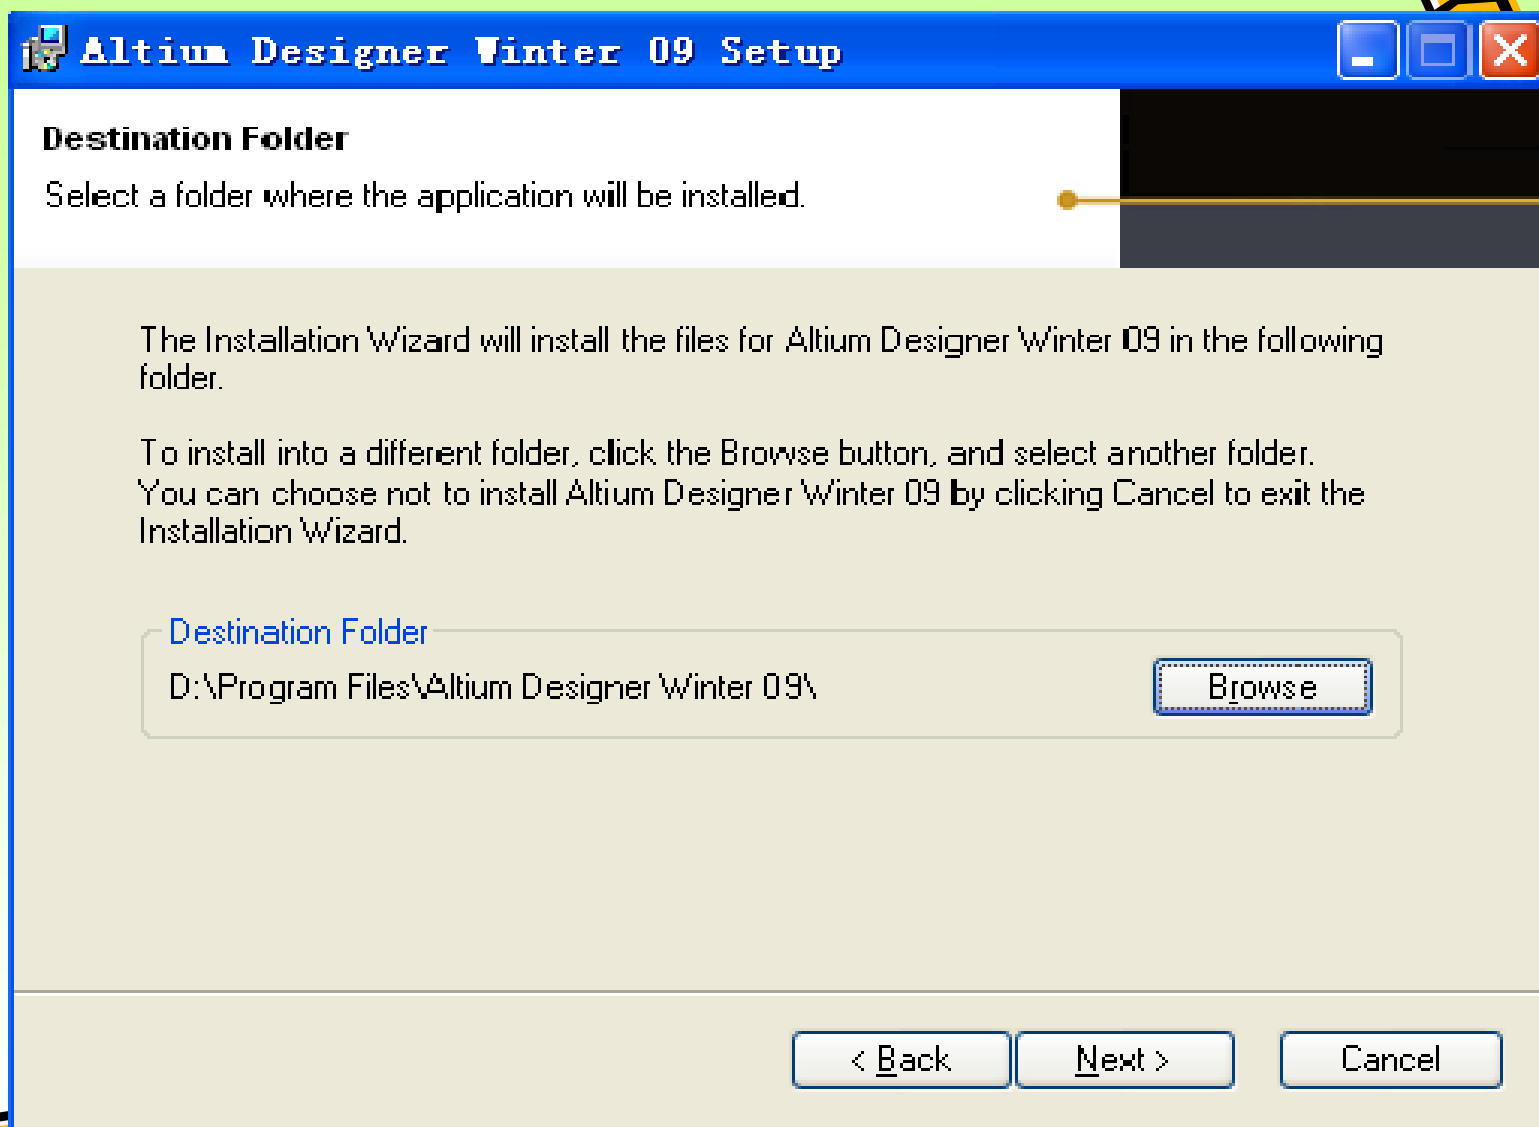

图1-5 “Destination Folder”视图
(5) 在“User Information”视图中的“Full Name”编辑框内输入用户名称，在“Organization”编辑框内输入单位名称，在使用权限选项中选择使用权限的范围：“Anyone who uses this computer”单选项，表示这台计算机上的所有用户都能使用Altium Designer Winter 09，“Only for me”单选项则表示只有在当前安装Altium Designer Winter 09的用户帐号下才能使用Altium Designer软件。单击“Next”按钮，显示如图1-5所示的“Destination Folder”视图。